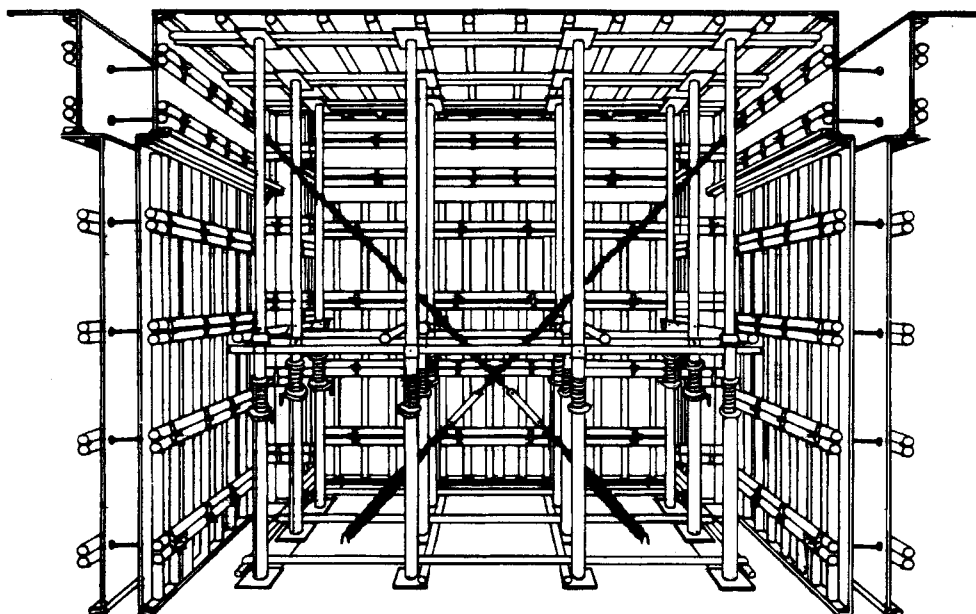

図4 倒壊防止装置の例
- (8) パイプサポートにより型枠支保工を組み立てたときは、支柱群の倒壊防止および、型枠支保工の移動防止のため、交さ直角2方向にチェーン等を張る(図4)